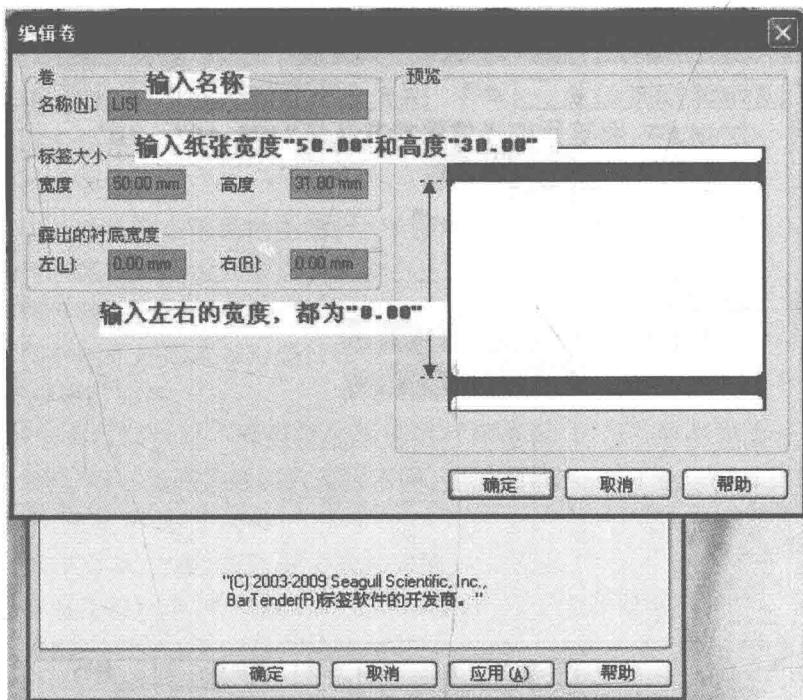

图 1-4 纸张设置界面
(3) 输入名称、纸张宽度、纸张高度、纸张露出的衬底宽度,见图 1-4;